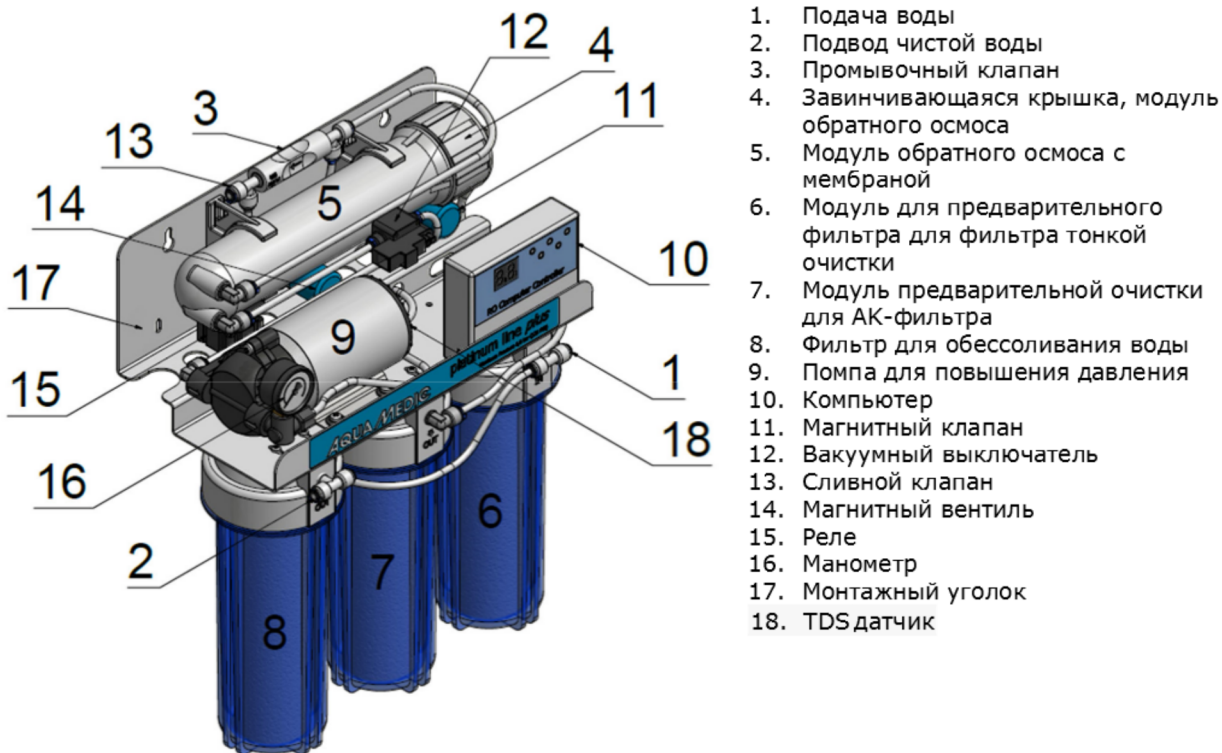

Рис. 4: platinum line plus
- **Нет осмоса или сточных вод:** это может быть связано с выходом из строя первого электромагнитного клапана (рис. 4 № 11), сбоем датчика давления (рис. 4 № 12 или 15) или с заблокированной диафрагмой. Отправьте прибор через дилера для ремонта.
- **Вытекает слишком много сточной воды:** соотношение чистой воды и сточных вод превышает 1: 3. Заменить промывочный клапан или проверить мембрану. Соотношение чистой / сточной воды зависит от температуры воды, содержания воды, промывочного клапана и давления. Проверьте, не закрывается ли электромагнитный клапан под промывочным клапаном (рис. 4 № 14). В таком случае прибор должен быть отправлен на ремонт.
- **Вытекает слишком мало воды:** соотношение чистой / сточной воды ниже 1: 1. Проверьте, не засорен ли предварительный фильтр или промывочный клапан. В случае необходимости – замените. Проверьте, закрывается ли электромагнитный клапан под промывочным клапаном (рис. 4 № 14) после процесса промывки при включении системы. Если нет, верните прибор дилеру для ремонта.
- **Напор воды слишком низкий:** проверить повышающую давление помпу и при обнаружении дефектов заменить. В случае неисправного вакуумного выключателя система также не запускается: замените вакуумный выключатель (рис. 4 № 12).
- **Не вытекает ни чистая, ни сточная вода:** проверьте, открывается ли электромагнитный клапан (рис. 4 № 11). Если нет, верните прибор дилеру для ремонта.